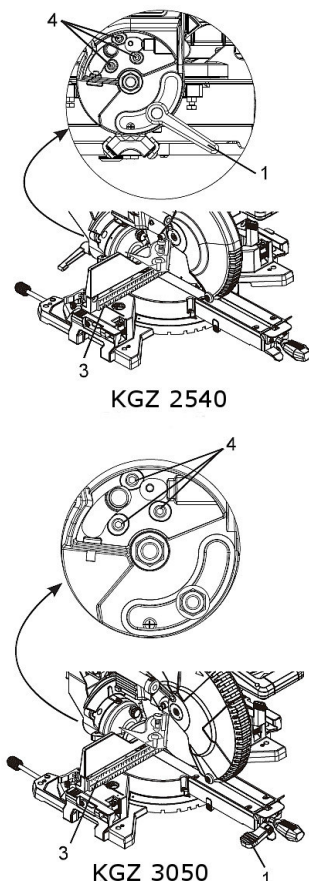

Abb. 18: Einstellung der 90° Neigung
Einstellung der 90° Neigung (Abb. 18, 19)
Einstellung des 45° Rechts-Neigungswinkel positiver Stop (Abb. 18, 19, 20)
Schritt 2: Lösen Sie den Schrägverriegelungsgriff (1, Abb. 18) und neigen Sie den Schneidarm nach rechts.
Einstellung des 45° Links-Neigungspositivstop (Abb. 18, 19, 20)
Schritt 2: Lösen Sie den Schrägverriegelungsgriff (1, Abb. 18) und neigen Sie den Schneidarm nach links.
Einstellung des 33,9° Rechts-Neigungswinkel (Abb. 18, 19, 20)
Schritt 2: Lösen Sie den Gehrungsverriegelungsgriff (1) (Abb. 18).
Einstellung des 33,9° linken Neigungswinkels (Abb. 18, 19, 20)
Schritt 2: Lösen Sie den Neigungsverriegelungsgriff (1). (Abb. 18)